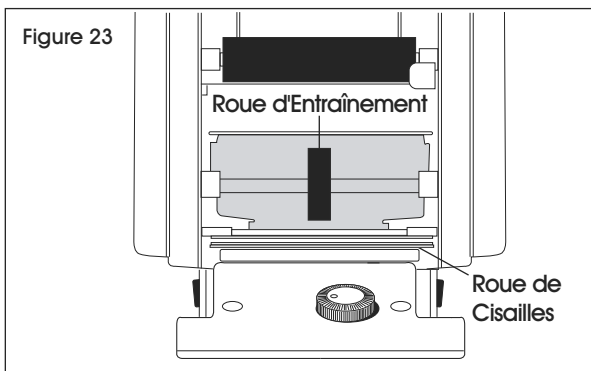

Figure 23
7. Reposez le plateau à ruban supérieur et faites avancer le ruban lorsque vous avez dégagé l'obstruction. (Voir Figures 23 et 24)